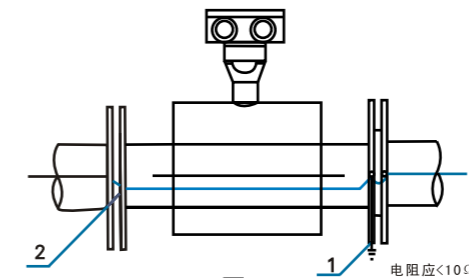

图8
(1)、仪表在金属管道上的安装：金属管道内壁没有绝缘涂层，按图8接地。